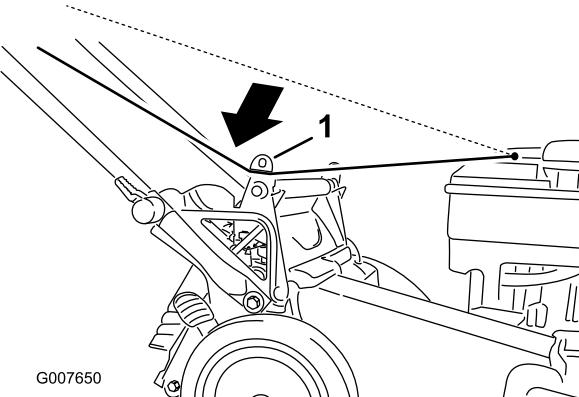

Figura 22
- Avvolgete il cavo di avviamento attorno al guidacavo inferiore (Figura 22).